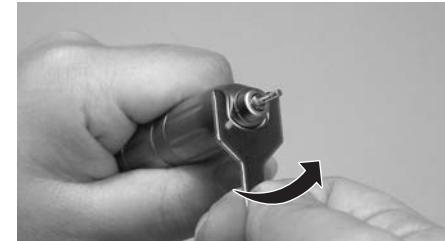

Fig. 10
1) Posizionare la chiave per cartuccia fornita in dotazione sulla parte piatta della punta del manipolo. Ruotare quindi la chiave per cartuccia come illustrato dalla Fig. 10 e, dopo averla allentato la punta, ruotarla con le dita per rimuoverla dal manipolo.